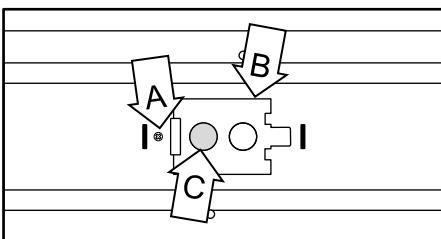

Fig. 1
1. Retirer la vis (A) près de la plaque d'accès (B) située à l'arrière de le luminaire. [Fig.1]
2. Découper un des entrées (C) dans la plaque d'accès (B). [Fig.1]
5. Placer le plaque d'accès (B) sur le luminaire et le fixer avec la vis (A) qui a été précédemment retiré. [Fig.1]